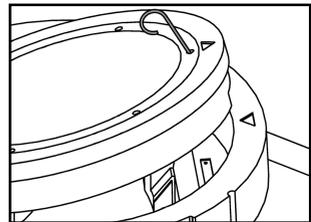

Bild 6
- Edelstahlbügel zur Deckel-Entsicherung in die Bohrung neben der Markierung des Deckels einführen, siehe Bild 6.